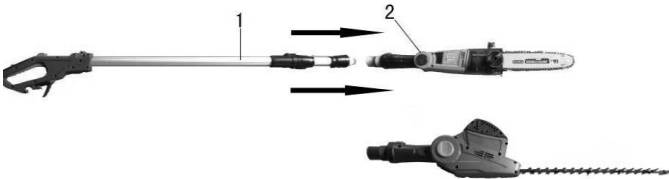

Рис. 1 (А)
1. Установите штангу высотореза (1, рис. 1(А)) в гнездо пильной/кустарорезной насадки высотореза (2, рис. 1 (А)).
2. Убедитесь, что кнопка фиксатора насадки (16, рис.1) зафиксировалась в соответствующем отверстии в насадке пилы.
- Ослабьте рукоятку натяжения цепи (11, рис. 1).
- Отрегулируйте натяжение цепи вращением боковой муфты рукоятки натяжения цепи (11, рис. 1).
- Окончательно затяните рукоятку натяжения цепи (11, рис. 1).
- Отрегулируйте натяжение цепи вращением боковой муфты рукоятку натяжения цепи (11, рис. 1).
- Затяните рукоятку натяжения цепи (11, рис. 1).
Для заливки масла отвинтите крышку маслозаливной горловины (14, Рис.1), и наполните масляный бачок маслом выше отметки «min». Масло для цепи не должно содержать никаких посторонних включений, которые могли попасть в него в процессе хранения и заливки в емкость. Перед заливкой убедитесь, что емкости, которые Вы будете использовать, не содержат песка, абразивной пыли и тому подобных включений. Контроль уровня заливаемого масла производится через индикатор уровня масла.
Для включения высотореза одновременно нажмите кнопку блокировки случайного включения (4, Рис.1) и курок выключателя (15, Рис.1) на рукояти высотореза. Цепь придет в движение, и можно приступать к работе.